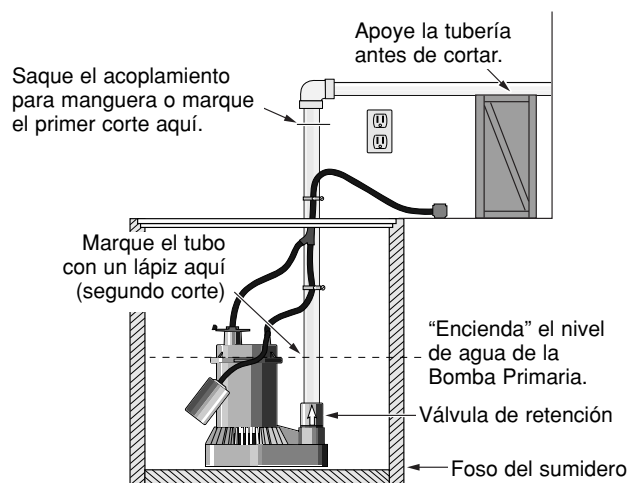
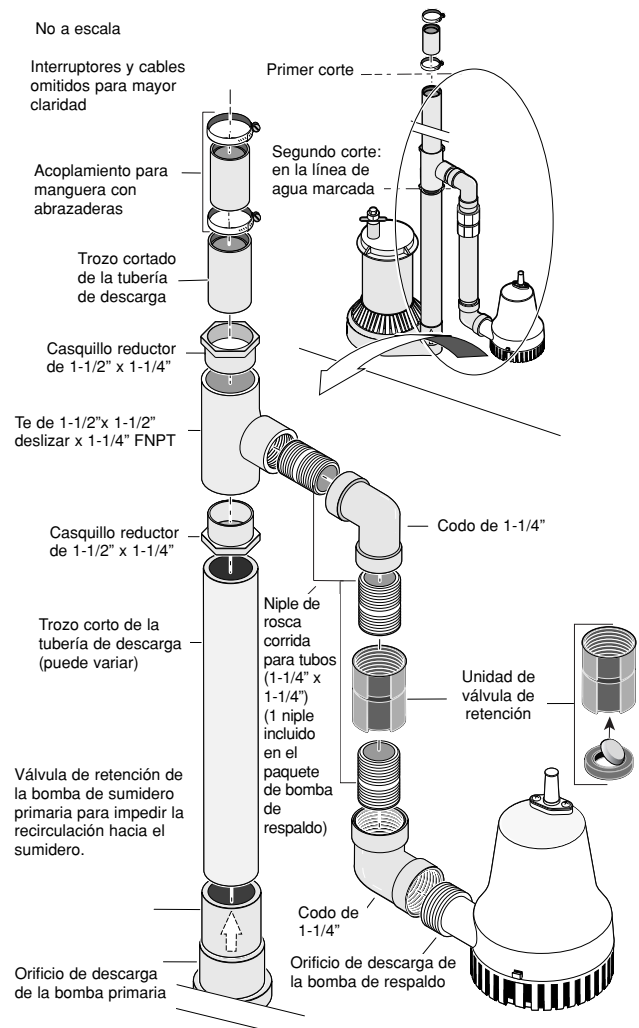

Figura 1 – Marque y corte el tubo según se ilustra
Figura 4 – Diagrama de instalación del Método A
1. Ubique el nivel del agua de activación ("on") de la bomba de sumidero primaria. Marque esta ubicación en el tubo de descarga con un lápiz. Consulte la Figura 1.
- 5B. Para usos sin acoplamientos para manguera: corte la tubería de descarga de PVC con una sierra de arco por encima del piso del sótano, a un nivel cómodo. Se incluyen acoplamientos para manguera nuevos para volver a ensamblar. Consulte la Figura 1 en la página 4.
⚠ PRECAUCIÓN Peligro de que las manos o los dedos queden atrapados. Para evitar lesiones en las manos debido al desplome de los accesorios de plomería, apoye la tubería por encima de la separación antes de cortarla o desarmarla. Consulte la Figura 1.
El Método A sugiere una instalación de ambas bombas en el piso del foso del sumidero. Consulte la Figura 4. El diámetro mínimo requerido para el depósito de recogida, en el fondo del foso, y la profundidad recomendada del depósito de recogida es 18". También necesitará ciertos materiales adicionales como 2 codos de 1-1/4" y 90° y 2 niples de rosca corrida para tubos de 1-1/4".
- Haga el segundo corte en la tubería de descarga en donde se encuentra la marca de lápiz, según se ilustra en la Figura 1, en la página 4 y en la Figura 4, en la página 5. Limpie los extremos del tubo con una toalla de paño y ponga a un lado el trozo cortado de tubería de descarga.